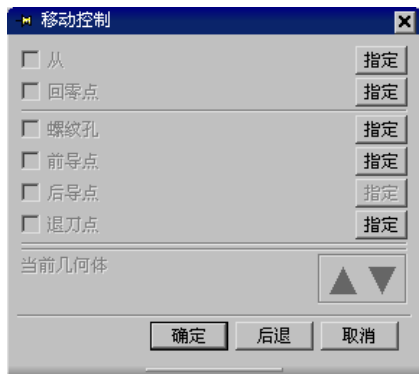

图 8.2.11 “移动控制”对话框
Step1. 在“顺序外部修剪”对话框中单击“移动控制”按钮，系统弹出图 8.2.11 所示的“移动控制”对话框。